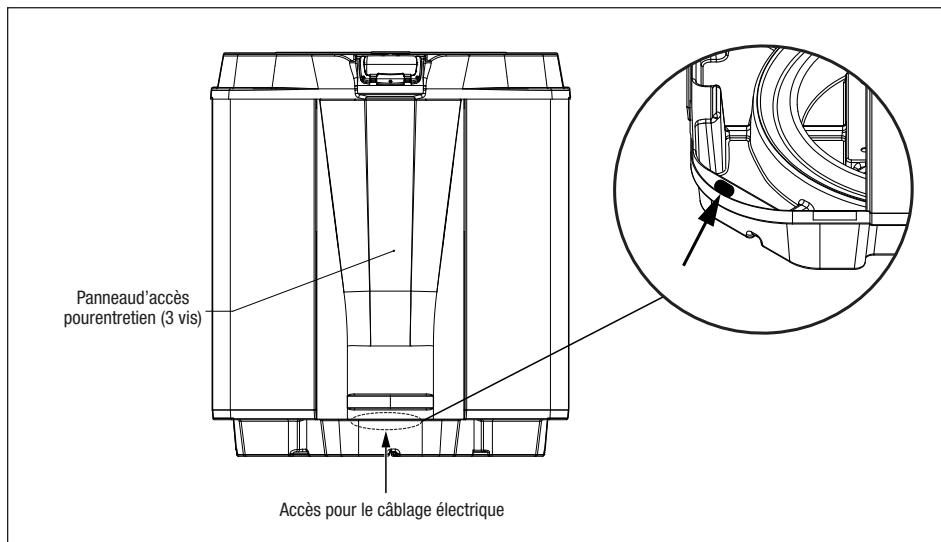

Figure 10. Vue avant thermopompe JRT de Jandy
2. Retirer les trois (3) vis qui fixent le panneau de service/d'accès à l'unité de thermopompe (voir *Figure 10*).
2. Retirer les vis qui fixent le panneau de service/d'accès à l'appareil de thermopompe et le couvercle à la boîte de jonction (voir Figure 10).
2. Retirer les vis qui fixent le panneau de service/d'accès à l'appareil de thermopompe et le couvercle à la boîte de jonction (voir la *Figure 10*).
3. Acheminer les fils du système de contrôle de la piscine/du spa dans le conduit de connexion étiqueté « Low Voltage Connection », situé en bas à droite de la thermopompe (voir *Figure 10*). Assurez-vous que les conducteurs ne sont pas pincés ou endommagés.
- Retirer les trois (3) vis qui fixent le panneau avant à la thermopompe et le retirer. Se reporter à la *Figure 10*.
- Faire passer quatre (4) fils de cuivre pleins de 22 AWG dans la membrane souple basse tension située sur le côté inférieur gauche de la thermopompe. Les fils peuvent mesurer jusqu'à 300 pieds (91,4 m) de longueur.